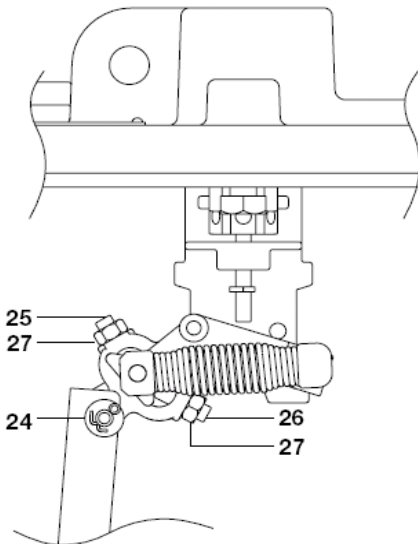

Fig. 8
Voor onderdeel 24, 25, 26 en 27: zie fig. 8.
Nota: De stelschroeven Fig 8 item 25 en 26 mogen niet verdraaid worden.
3. Verifieer de veren (10). Verwijder desnoods de clips, schuif de veerset van de asjes en vervang de veren en de clips door nieuwe. (zie ook verder ref. 5e veren). Vervang de moeren en rondels. Breng Loctite 620 aan op de schroefdraad of as.
- a) Verwijder de pin Fig. 8 item 24 uit de verbindingstang, draai vlotter met hefboom en verbindingstang naar de andere kant van de steunstang.
- f) Vooraleer de veren aan te brengen nazien dat de veerankers in lijn zijn met de veer en er tussen beide een opening is van 0.35mm (Fig. 8) **De uiteinden van de veer mogen de veerankers raken maar mogen er niet rond geplooid zijn.** Steeds montage met nieuwe rondelen en splitpennen.